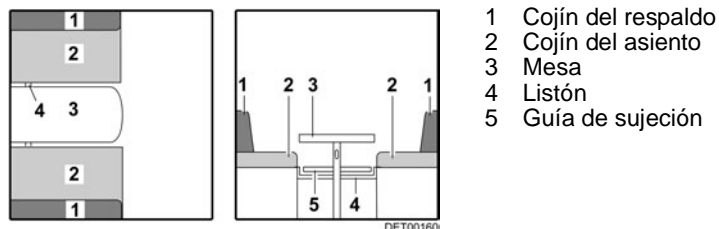

Fig. 76 Antes de la transformación
- Transformar la mesa (Fig. 76,3) en base de cama (véase apartado 7.7).
- Meter el listón (Fig. 76,4) o tirarlo hacia el centro. El listón está en la posición correcta si apoya el tablero de mesa directamente debajo de la pata de mesa.